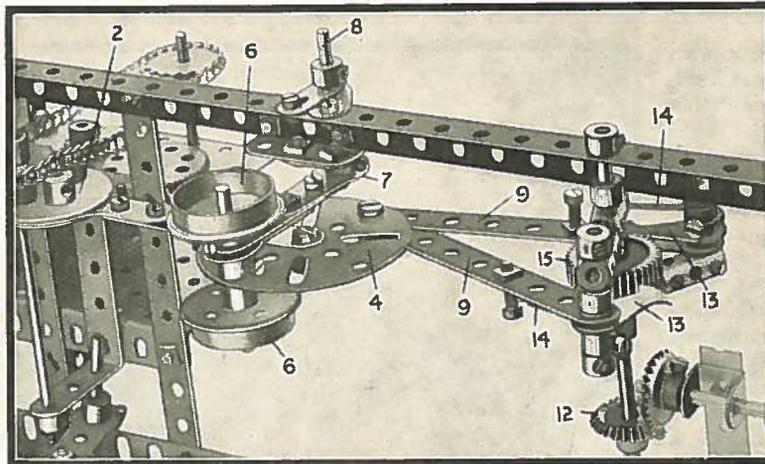

Fig. 7. Vue de dessous du Convertisseur en Meccano.
Les cliquets (13) sont montés sur des courtes tringles fixées dans les trous extérieurs des accouplements (indiqué plus clairement sur la fig. 7). Ces cliquets sont contrôlés par des petits ressorts (14) de façon à ce qu'ils soient en contact avec une roue de 38 dents (15); quand ils se meuvent dans une direction permanente ils entraînent la roue dentée 15 et aussi la tringle (11) sont montés autour de la roue dentée 15, sur laquelle la roue est fixée.